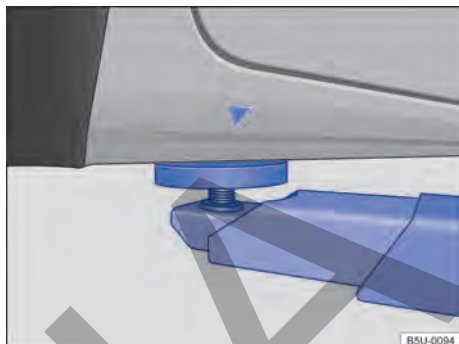
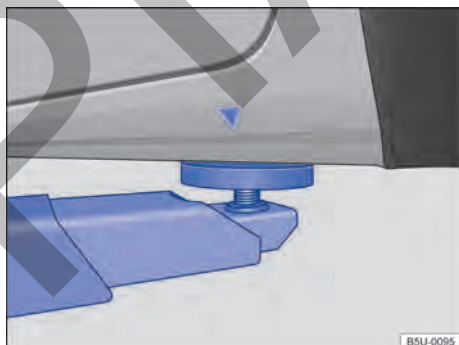

Fig. 142 Puntos de apoyo delanteros para la suspensión con plataforma elevadora o con gato.
Fig. 143 Puntos de apoyo traseros para la suspensión con plataforma elevadora o con gato.
El vehículo debe ser suspendido solamente por los puntos indicados en las figuras → fig. 142 y → fig. 143. Si el vehículo no está suspendido por los puntos indicados, pueden ocurrir daños en el vehículo → ⚠ y lesiones graves → ⚠.
- Suspender el vehículo solamente por los puntos indicados en las figuras → fig. 142 y → fig. 143. Si el vehículo no es suspendido por los puntos indicados, puede caer de la plataforma elevadora cuando, por ejemplo, se desmonta el motor o la suspensión.